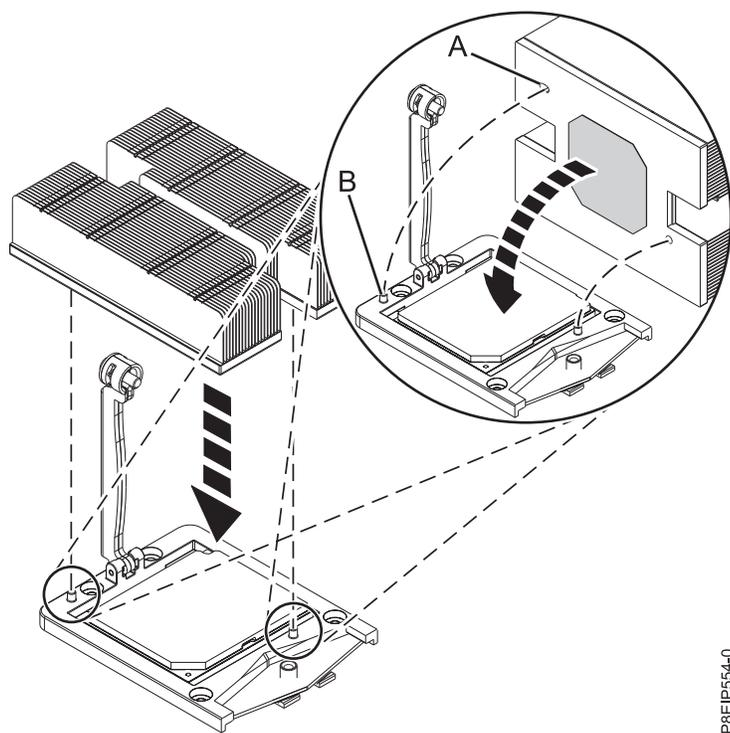

Figura 55. Instalando o dissipador de calor
10. Mova o dissipador de calor do processador para o processador. Abaixе cuidadosamente o dissipador de calor sobre o módulo de processador do sistema, assegurando que os furos no dissipador de calor (A) estejam alinhados com os dois pinos guia (B) no soquete, conforme mostrado na Figura 55.